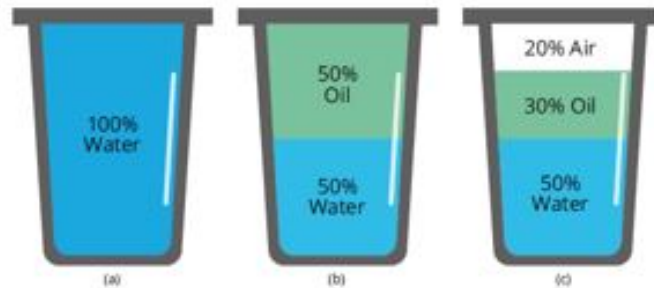

Figura 6.10: Determinação da saturação total.
5. Determina a saturação total dos recipientes da figura 6.10 (a), (b) e (c).